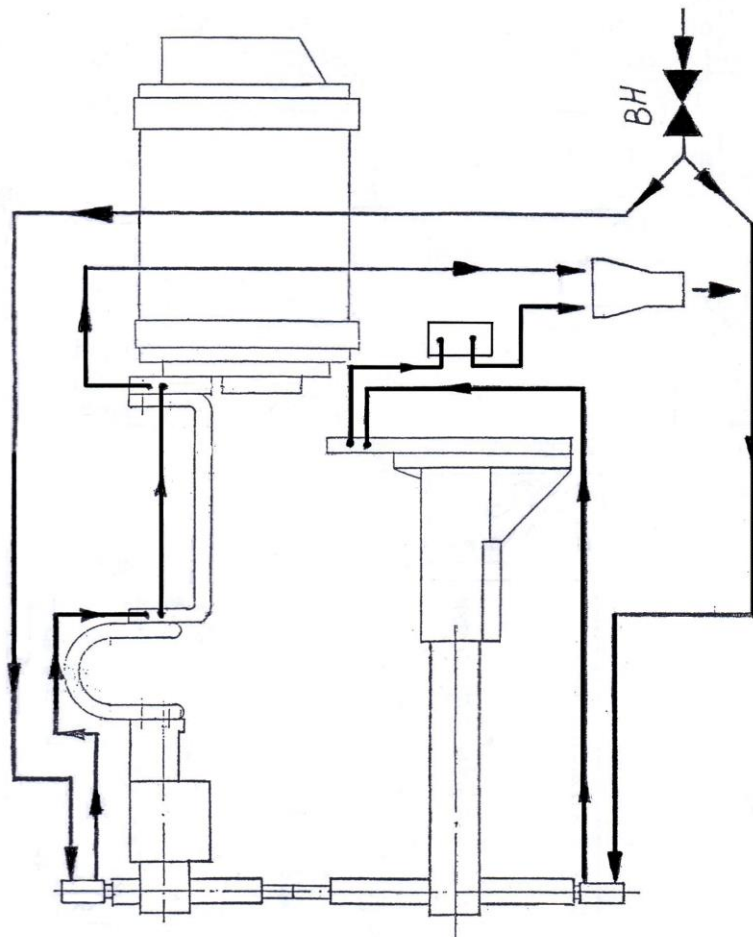

Рис. 4. Схема охлаждения принципиальная
- Рис. 4. Схема охлаждения принципиальная